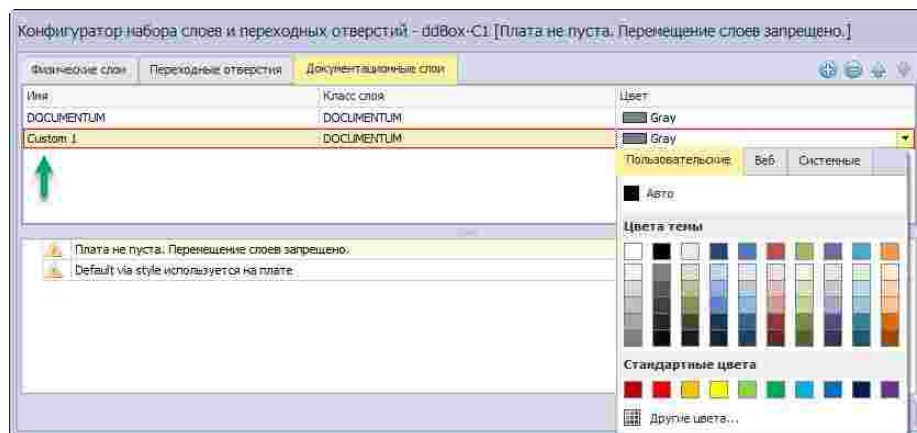

Рис. 26 Новый документационный слой
3. Новый документационный слой будет создан и добавлен в таблицу, см. Рис. 26.